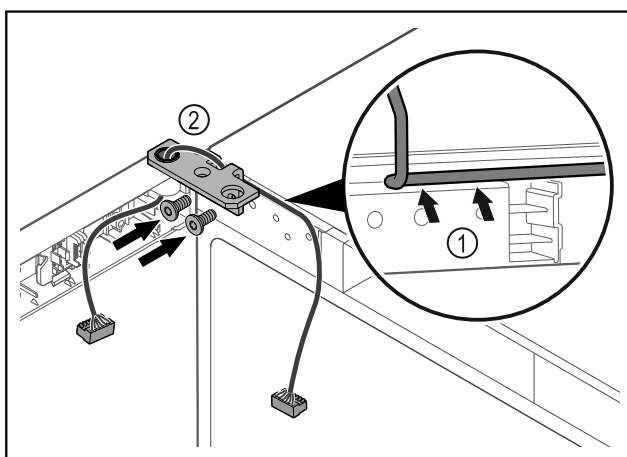

Fig. 59
- Introdurre il cavo nel foro della cerniera angolare e posarlo con cautela Fig. 59 (1).
- Avvitare la cerniera angolare Fig. 59 (2).